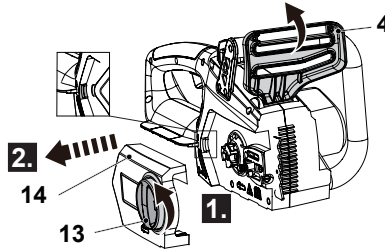

Fig. 1
2. Desenrosque la rueda de bloqueo (13) en sentido contrario a las agujas del reloj y extráigala junto con la cala de la sierra de cadena (14) (Fig. 1).